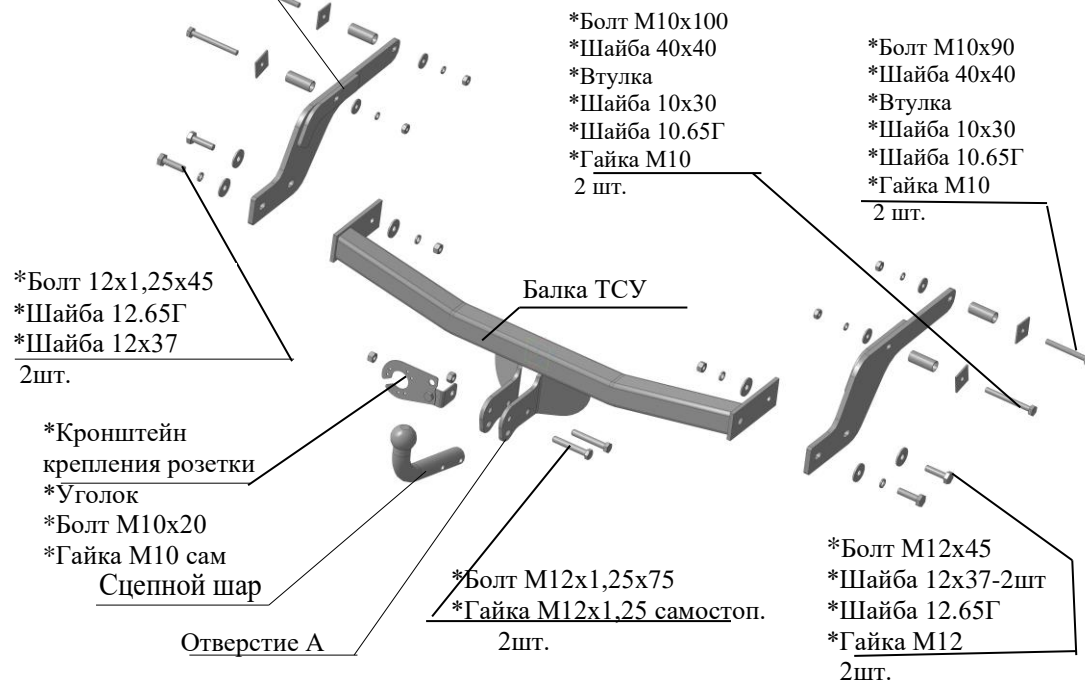

Рис.1 Тягово-сцепное устройство ТСУ 9070 исп.1.
2.1 ТСУ 9070 исп.1 в сборе (рис.1)	1 шт.
2.2 Пакет с комплектующими (см. рис.1)	1 шт.
4.3 Закрепить боковые кронштейны ТСУ левый и правый к боковым внутренним полкам лонжеронов а/м болтами М10х90 и М10х100 (соответственно рис.1) , гайками М10 (под гайки подложить шайбы 10.65.Г и шайбы 10х30, а под головки болтов - шайбы 40х40. Внутри лонжеронов установить дистанционные втулки (болты, шайбы 40х40 и втулки – ставить со стороны багажного отделения). Крепеж не затягивать.
4.7 Закрепить сцепной шар и кронштейн крепления розетки (предварительно собрав как показано на рис.1) к кронштейнам шара болтами М12х1,25х75 и гайками М12х1,25 самостоп.